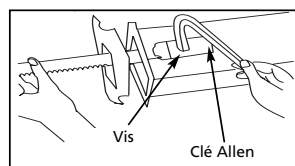

Figure 2
- Resserrer la vis avec une clé allen. (Voir la figure 2)